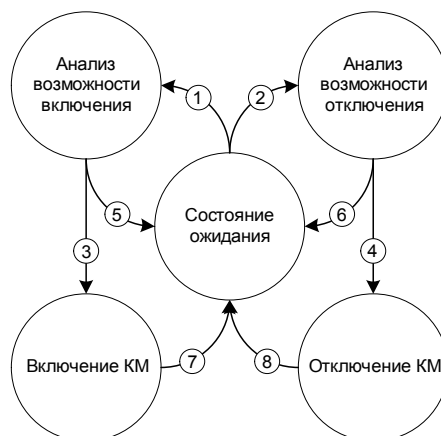

Рис. 5. Функционирование электронного модуля управления
Функционирование электронного модуля управления CM_1501_01(4) представлено на рис. 5 в виде диаграммы состояний.